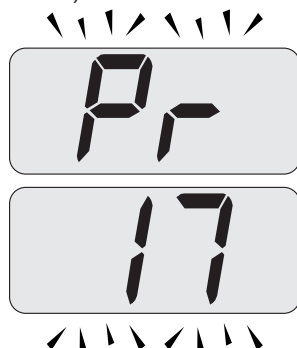

Figura 5.35
- Scorrere i vari parametri utilizzando i tasti 16 o 17 fino a far apparire sul display LCD le lettere **Pr** che si alternano con il codice **17**, indicanti l'entrata nel "parametro 17" (Figura 5.35).